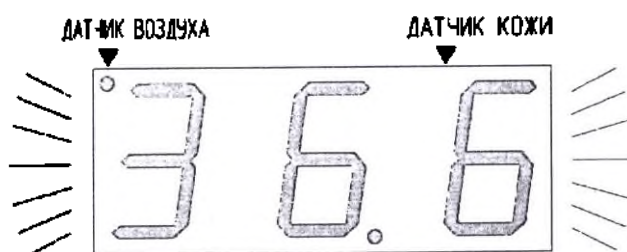

Рисунок 3
1.4.4 При выборе режима УСТАВКА или при задании новых значений уставки показания уставки на индикаторе отображаются зеленым цветом с частотой мерцания 1 Гц (рисунок 3).